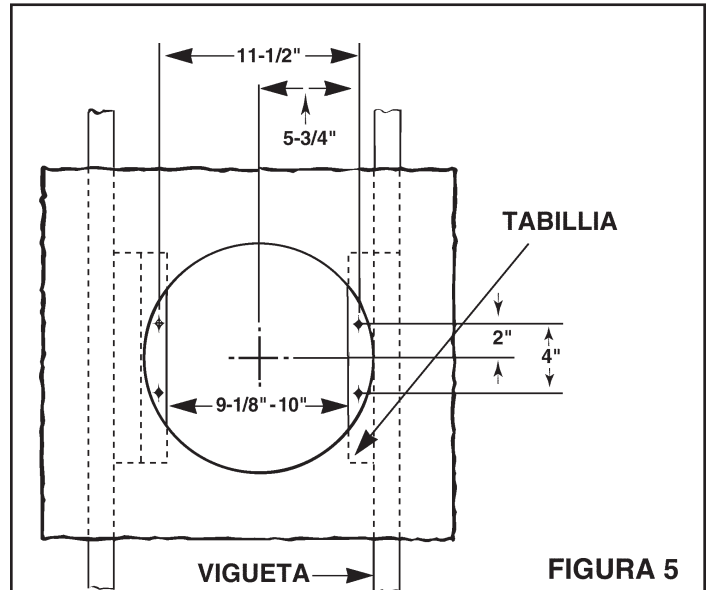

FIGURA 5
7. Refiérase a la **Figura 5**. Instale tablillas de 2 x 4 a ambas viguetas del techo. En algunos casos puede ser necesario utilizar más de una sola tablilla en un lado. La distancia entre las tablillas debe ser al menos de 9-1/8 " pero no más de 10".